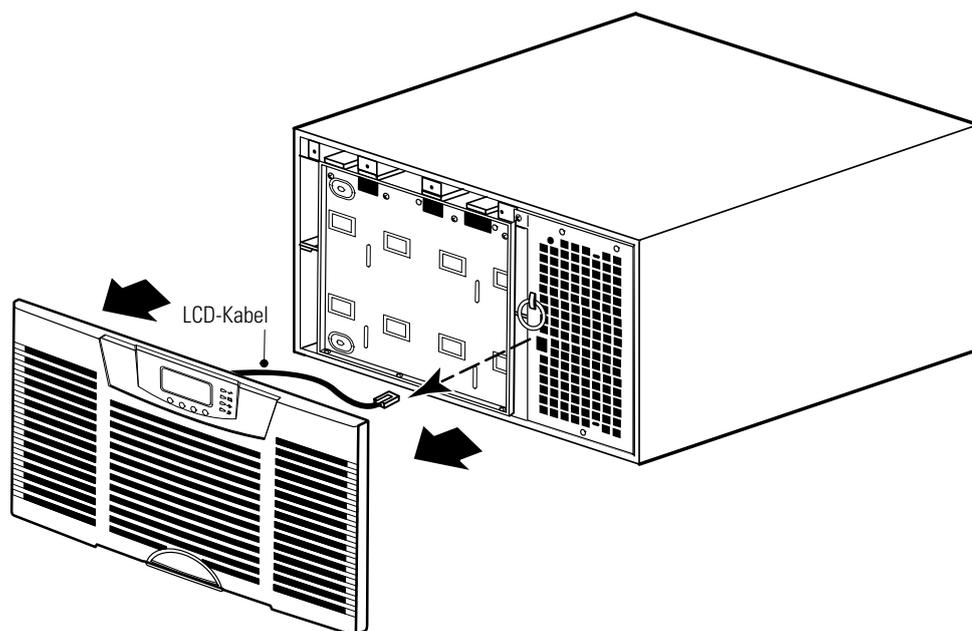

Abbildung 52. Entfernen der Frontplatte der USV
2. Die Frontplatte der USV abnehmen und beiseite legen (siehe Abbildung 52):